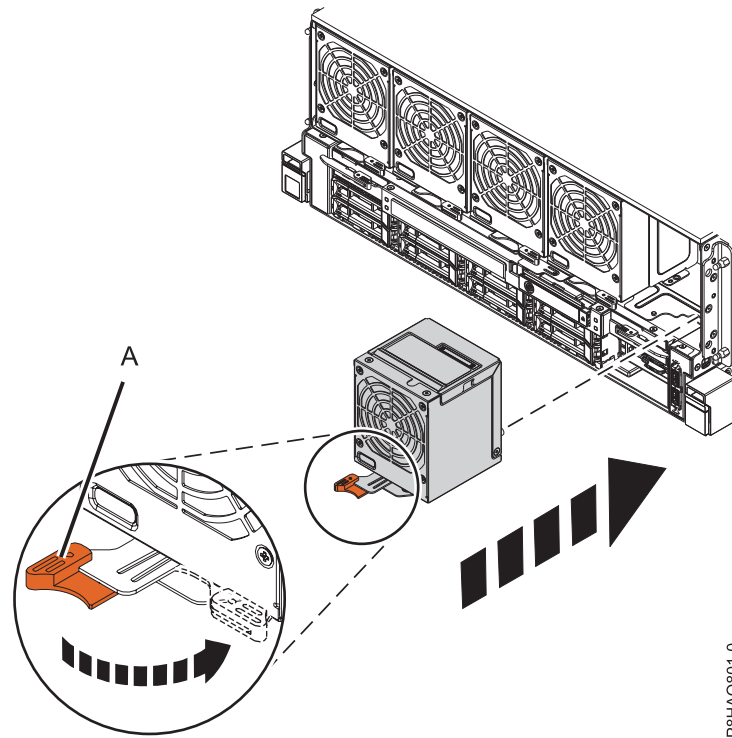

図 3. システムでの前面ファンの再取り付け
2. ファンのハンドル **(A)** が、図 3 に示すように開いていることを確認します。
3. ファンの底部を手で支えながら、ファンをファン・スロットに位置合わせし、スライドさせてシステムに入れます。図 3を参照してください。
4. ファンのハンドル **(A)** を、示されている方向に回転させてから、ラッチが所定の位置にロックされるまでファンのハンドルを押します。図 3を参照してください。